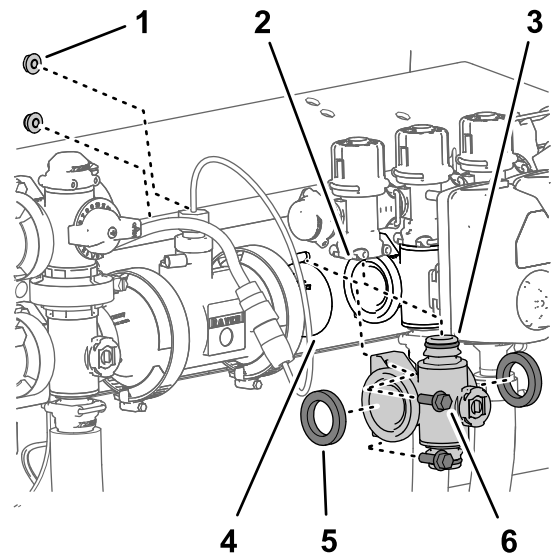
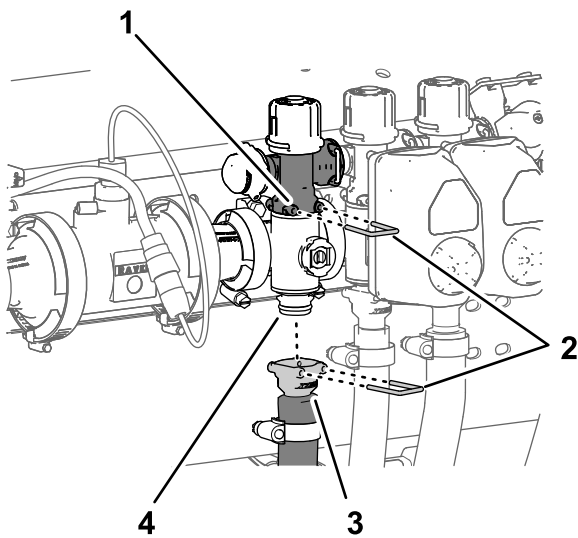

Bild 117
Bild 118
1. Fluchten Sie die zwei Dichtungen, die Sie in Entfernen des Abschnittverteiler-ventils \(Seite 84\) entfernt haben, mit den Flanschen des Abschnittventilverteilers aus (Bild 117).
2. Fluchten Sie den Flansch des Abschnittventilverteilers zwischen den Flanschen der anderen Abschnittventile und/oder dem Kupplungsadapter aus (Bild 117).
3. Befestigen Sie das Schnellkupplungsanschlussstück des Abschnittventilverteilers mit einem Schnellkupplungsstift am Schnellkupplungsunterteil des Abschnittsicherheitsventils (Bild 117 und Bild 118).
Entfernen des Abschnittverteilterventils \(Seite 84\) entfernt haben, an der Ventilstütze (Bild 117).
8. Befestigen Sie die Schnellkupplung des Abschnittschlauchs mit dem Schnellkupplungsstift am Schnellkupplungsanschlussstück des Abschnittventilverteilers (Bild 118).